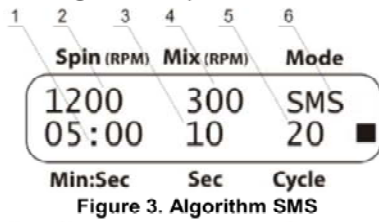

Figure 3. Algorithm SMS
- 5.8.3. Le paramètre **Mode** (fig. 3/1) peut être l'un des paramètres suivants :
- 5.9.1. Sélectionnez l'algorithme sms (indication **S.M.S.** du paramètre **Mode**, fig. 3/6).
- 5.9.2. Réglez la vitesse de centrifugation souhaitée, de 300 à 1 500 tr/min (incrément 100 tr/min, fig. 3/2).
- 5.9.3. Réglez le temps de centrifugation souhaité, de 1 s à 30 min (incrément de 1 s, après 1 min - 1 min, fig. 3/1).
- 5.9.4. Réglez la vitesse de vortex souhaitée, de 300 à 1 200 tr/min (incrément de 100 tr/min, fig. 3/4).
- 5.9.5. Réglez le temps d'utilisation du vortex souhaité, de 1 à 60 s (incrément 1 s, fig. 3/3).
- 5.9.6. Réglez le nombre de cycles de l'algorithme sms souhaité, de 1 à 999 (fig. 3/5).
- pour ouvrir un appareil alimenté, appuyez sur la touche **Open** [Ouvrir] (fig.3/1) et ouvrez le couvercle extérieur en le soulevant à la main ;